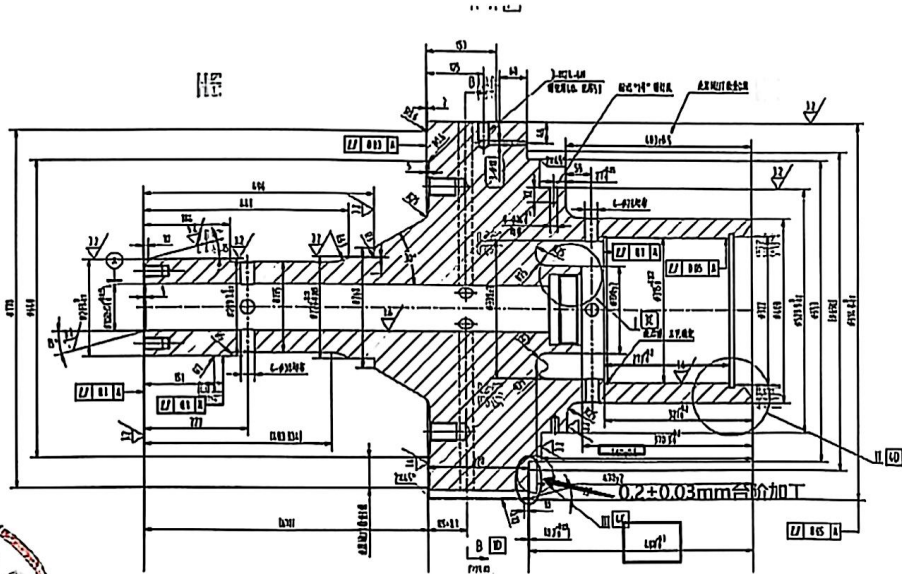

图 1
3.1.1 8 号机左右侧超高压主汽阀内阀盖密封面研磨修复，并保证密封面 0.2(0, +0.03)mm 密封台阶尺寸，如图 1。